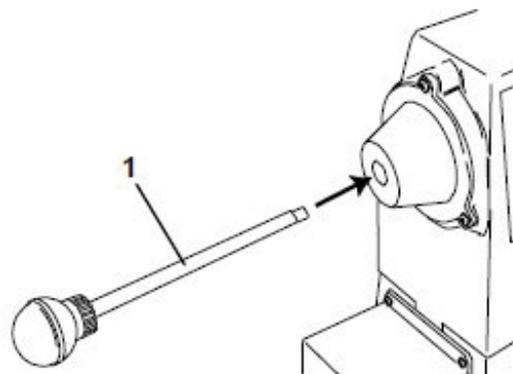

Abb. 8: Zentrierspitze entfernen
Schritt 2: Führen Sie die Fixierstange (Pos. 1, Abb. 8) durch das Spindeloch, um die Zentrierspitze zu lösen.